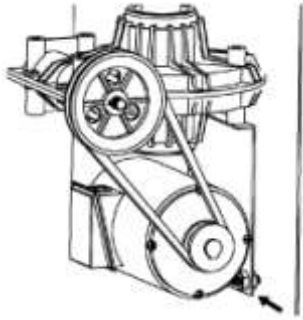

Fig. 16
- Compruebe la tensión de la correa trapezoidal cada 6 meses (fig. 16).